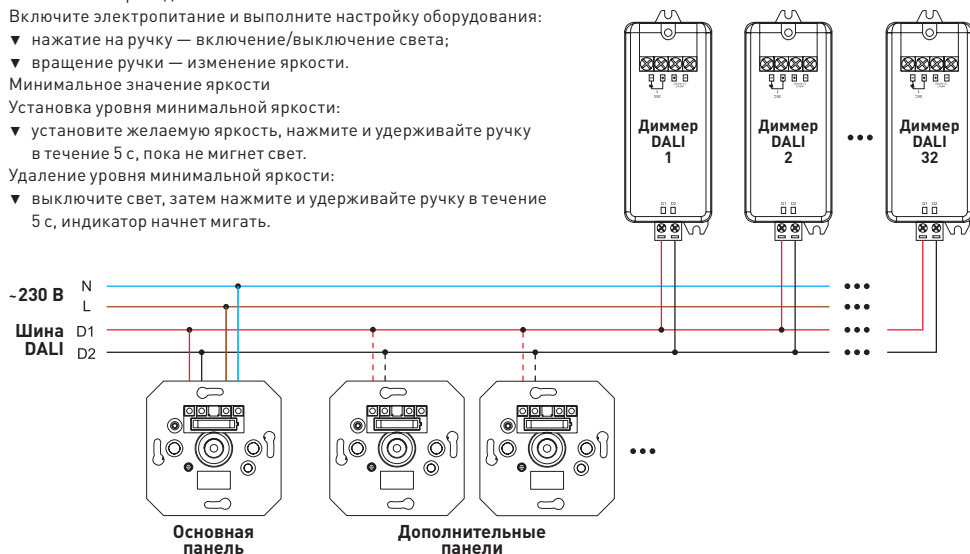

Рис. 2. Схема соединения оборудования при подключении одной панели к сети 230 В
3.2. Подключите панель в соответствии со схемами на рис. 2–3.